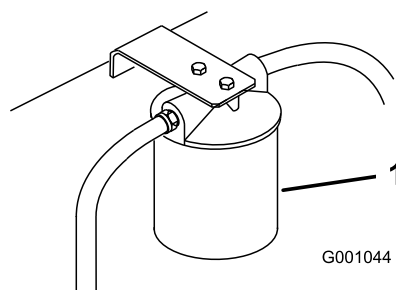

Figure 96
- Placez un bac de vidange sous le filtre, déposez le filtre usagé et essuyez la surface du joint de l'adaptateur (Figure 96).